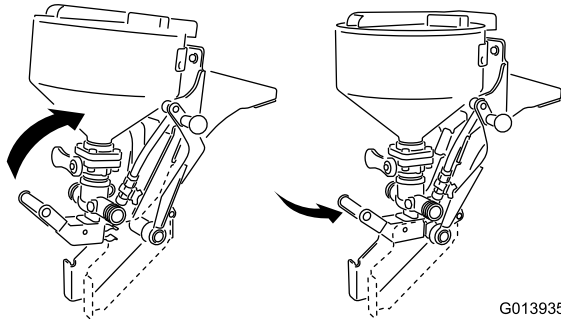

Figura 18
- A. Levante el asa inferior para elevar el eyector y al mismo tiempo inclínelo ligeramente hacia el depósito (Figura 18).
- B. Guíe la lengüeta por debajo del travesaño con la pestaña soldada en la parte superior del bastidor (Figura 18).
- C. Luego gire el conjunto hacia el depósito, teniendo cuidado de alinear la abrazadera con el buje grande de la parte inferior del bastidor (Figura 18).